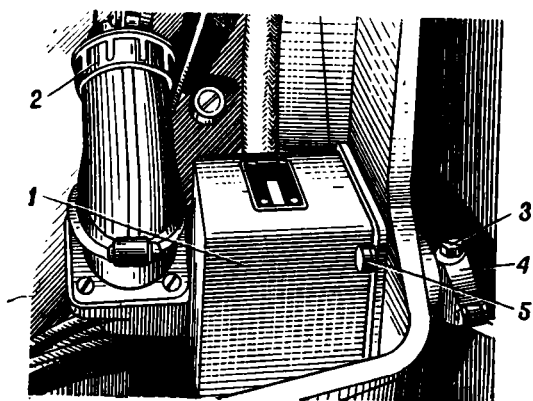

Рис. 26. Установка ограничителя углов:
2. Расшплинтовать и отвернуть накладную гайку штепсельного разъема 2 (рис. 26), отсоединить кабель от ограничителя 1 углов.
1. Установить ограничитель углов на место и закрепить его винтами 5 (рис. 26).